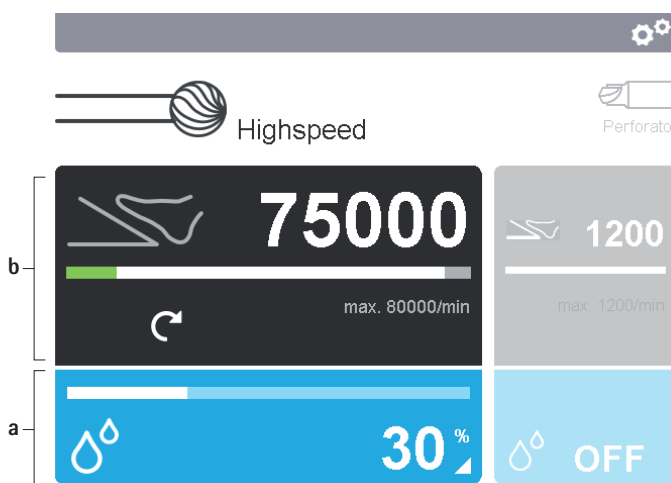

Fig. 5 Activar painéis de comando
- ▶ Alterar parâmetros de configuração da unidade de aplicação: Premir o painel de comando da unidade de aplicação **b** no mostrador **2**, ver Fig. 5.